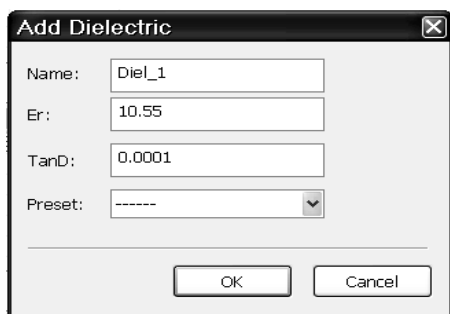
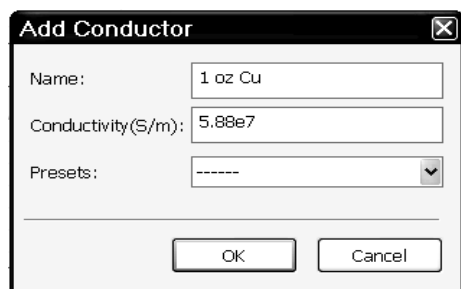

Рис. 5.74
Рис. 5.75
- На вкладке **Material Defs** щёлкните по кнопке **Add** для диэлектрического слоя и в открывшемся окне (рис. 5.74) в поле **Name** введите **Del\_1**, в поле **Er** введите **10.55**, в поле **TanD** введите **0.0001** и нажмите **OK**. Щёлкните по кнопке **Add** для слоя проводника. В поле **Name** введите **1 oz Cu**, в поле **Conductivity(S/m)** введите **5.88e7** и нажмите **OK** (рис. 5.75). Аналогично добавьте материалы проводников с именем **Aluminum** и проводимостью **3.78e7**, с именем **Resist** и проводимостью **6.7e4**. Щёлкните по кнопке **Add** для импеданса. В поле **Name** введите **Omega Ply**, в поле **Low frequency resistance** введите **50** и нажмите **OK**.